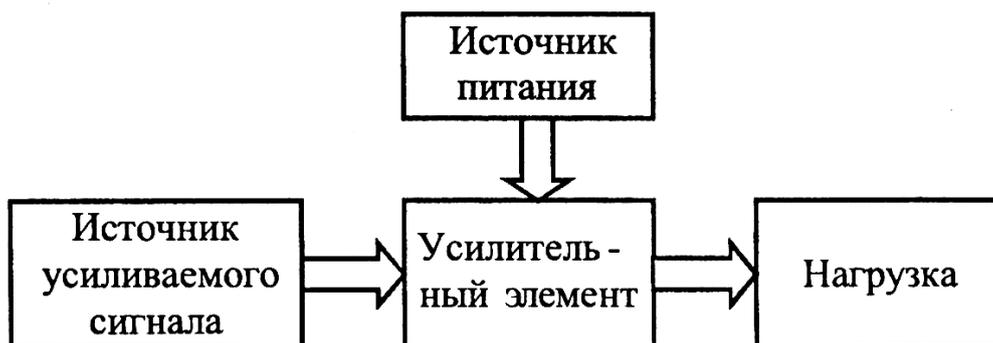

Рис.4. Функциональная схема усилителя
**Стабилитрон.** Это полупроводниковый диод, сконструированный для работы в режиме электрического пробоя. Условное графическое обозначение стабилитрона представлено на рис. 4,а.
Условное графическое обозначение обращенного диода представлено на рис. 4,д.
Усилитель – это электронное устройство, управляющее потоком энергии, идущей от источника питания к нагрузке. Причем, мощность, требующаяся для управления, намного меньше мощности, отдаваемой в нагрузку, а форма входного (усиливаемого) и выходного (на нагрузке) сигналов совпадают (рис. 4).